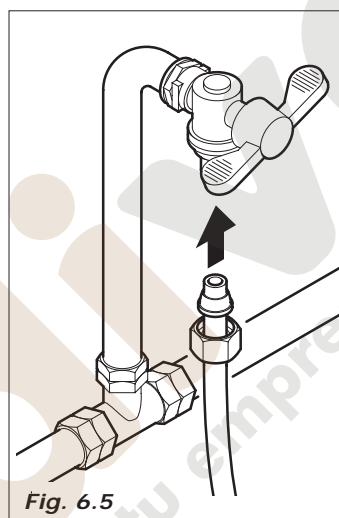

Fig. 6.5
- conecten el grifo al distribuidor, utilizando para ello un tubo en nylon apto para alimentos y que pueda soportar la presión de red. Si se utiliza un tubo flexible hay que montar en su interior el casquillo de refuerzo entregado con el equipo (Fig. 6.5).